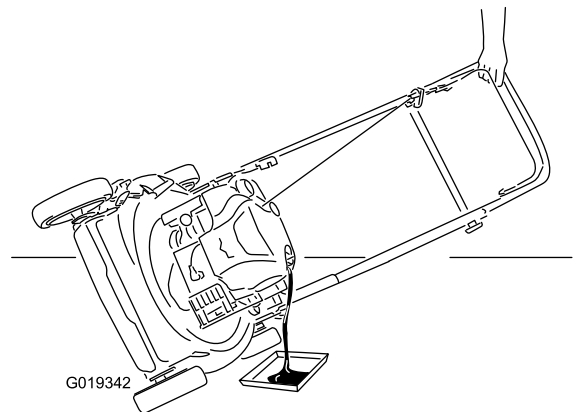

Bild 43
7. Kippen Sie die Maschine zur Seite, der Einfüllstutzen zeigt nach unten, um das Altöl über den Einfüllstutzen in eine Auffangwanne abzulassen (Bild 43).